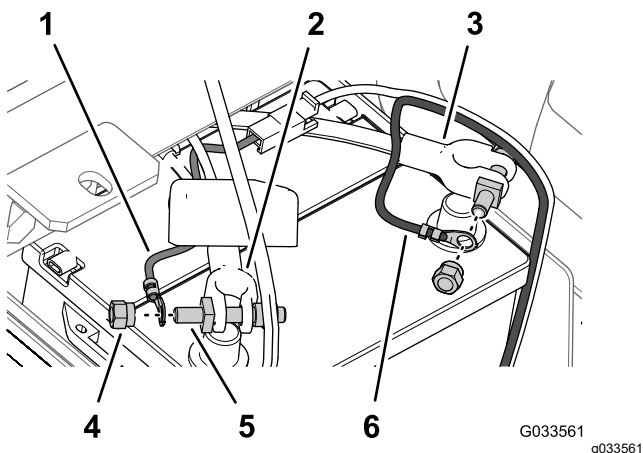

図 31
6. ヒューズ付きリンクスプレーヤ用ワイヤハーネスのリング端子を、プラスのバッテリーケーブルに組み付けてある端子ボルトの端子に、ナットで固定する図 31。
ンプナットで固定する図 31。